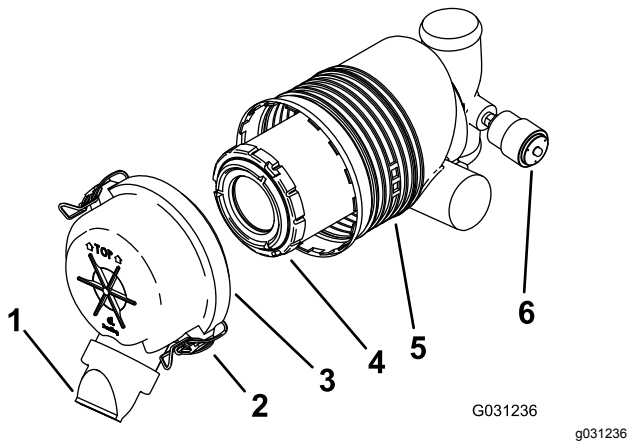

Figure 43
**Important:** Remplacez le filtre à air uniquement quand l'indicateur de colmatage est rouge (Figure 43). Ne remplacez pas le filtre à air plus fréquemment que nécessaire ; cela ne fait qu'accroître le risque de contamination du moteur par des impuretés quand le filtre est déposé.
5. Déverrouillez le filtre à air et détachez le couvercle du boîtier du filtre (Figure 43).
- Si l'indicateur de colmatage est transparent, reposez le couvercle du filtre à air, en orientant le capuchon antipoussière vers le bas, et fermez les verrous (Figure 43).
1. Sortez l'élément filtrant du boîtier du filtre à air avec précaution (Figure 43).
3. Posez l'élément filtrant avec précaution (Figure 43).
4. Reposez le couvercle du filtre à air, le capuchon antipoussière orienté en bas, et fermez les verrous (Figure 43).